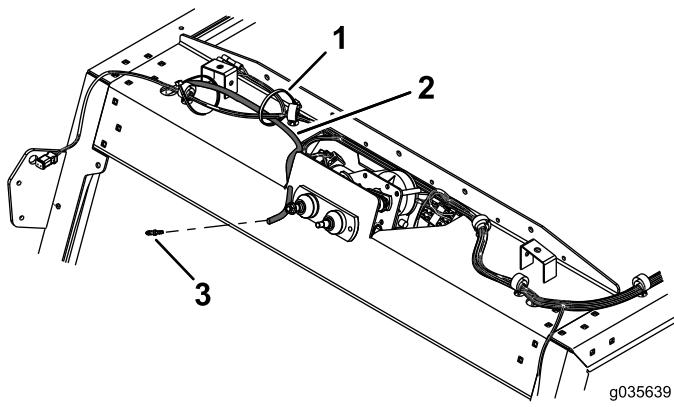
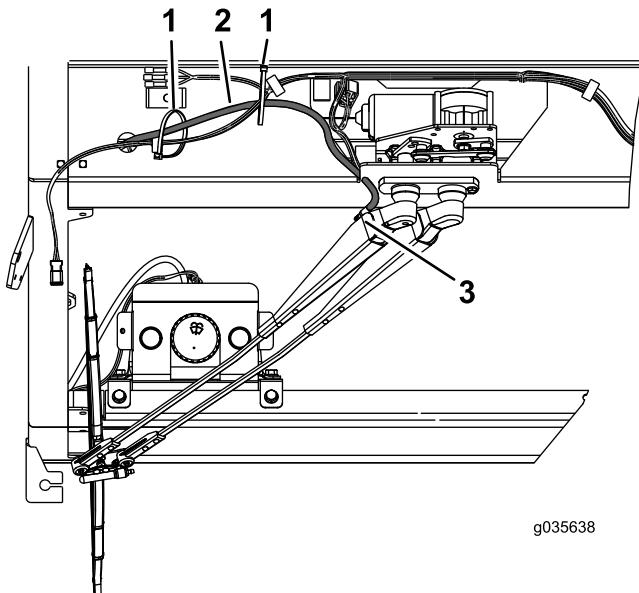

図 10
図 11
7. ポンプのモータにホースバーブを取り付けて、ワイパーームに接続する図10と図11。
8. ケーブルタイを使って、図 11 のようにホースをワイヤハーネスに固定する。